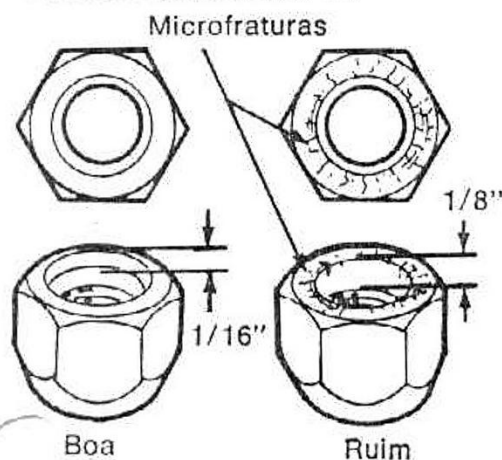

fig. 3 — Inspeção da porca do balancim
6. Com a árvore de manivelas nas posições mencionadas nos Itens 2, 3 e 4, retirar as porcas dos prisioneiros e inspecioná-las segundo os itens mostrados na fig. 3.